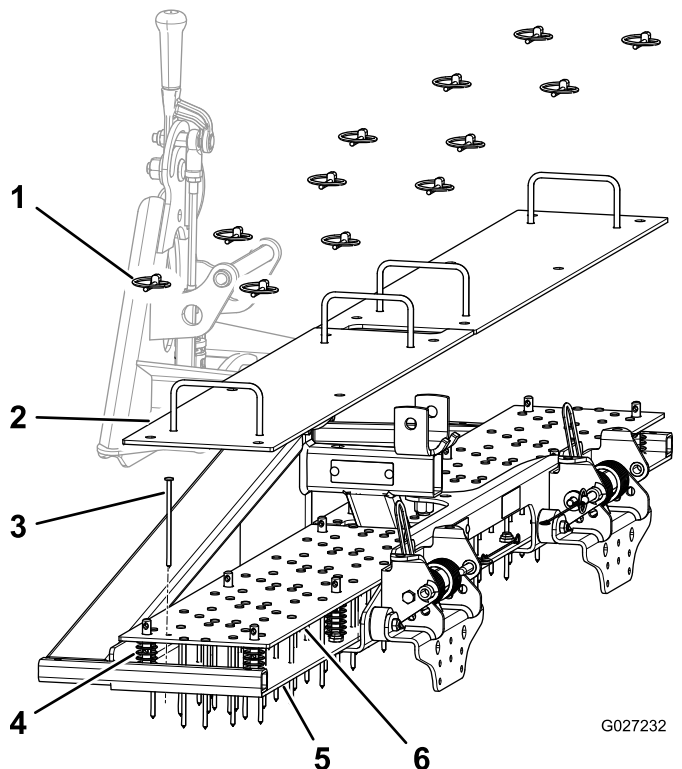

Рисунок 3
2. Снимите шплинты (Рисунок 3).
3. Снимите верхние планки (Рисунок 3).
4. Снимите зубья (Рисунок 3).
5. Снимите планки зубьев (Рисунок 3).